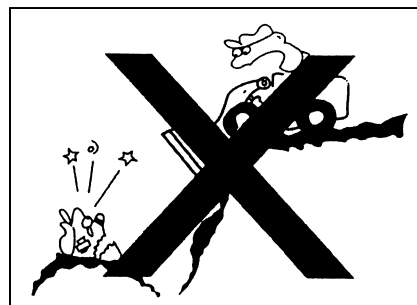

Рис. 1-70
- При строительстве дамбы или толкании грунта или засыпке грунта на скалу, сначала выпустить одну кучу, потом толкать первую кучу с помощью второй кучи (рис. 1-70).